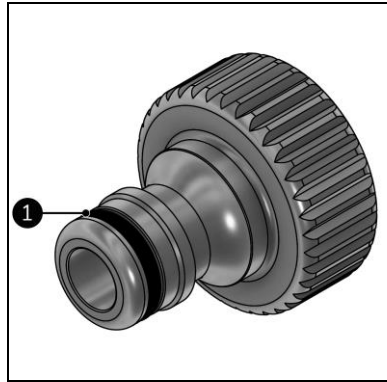

Abbildung 16
5. Tragen Sie Vaseline auf den O-Ring der Gartenschlauchkupplung (Abbildung 16, Pos. 1) auf.